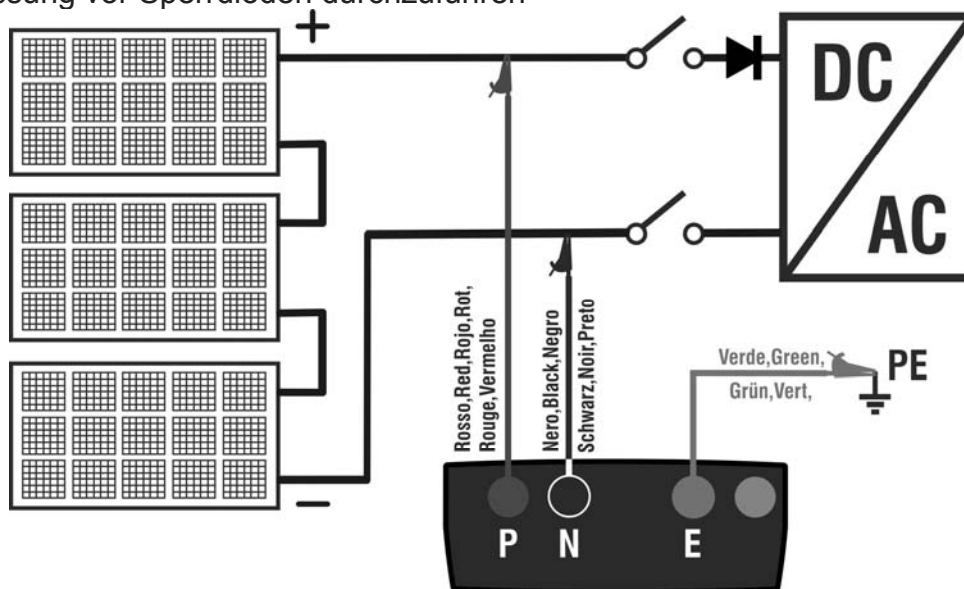

Abb. 6: Anschluss für Isolationsmessung in Betriebsmodus DUAL
6. Verbinden Sie das Gerät mit dem zu prüfenden PV-String, wie in der Abb. 6 gezeigt. Der Test kann auch an mehreren Saiten parallel zueinander durchgeführt werden. Denken Sie daran, dass alle Überspannungsableiter, die an die Kabel des Strings / der Strings angeschlossen sind, ebenfalls getrennt werden müssen und dass es ratsam ist, die Messung vor Sperrdioden durchzuführen